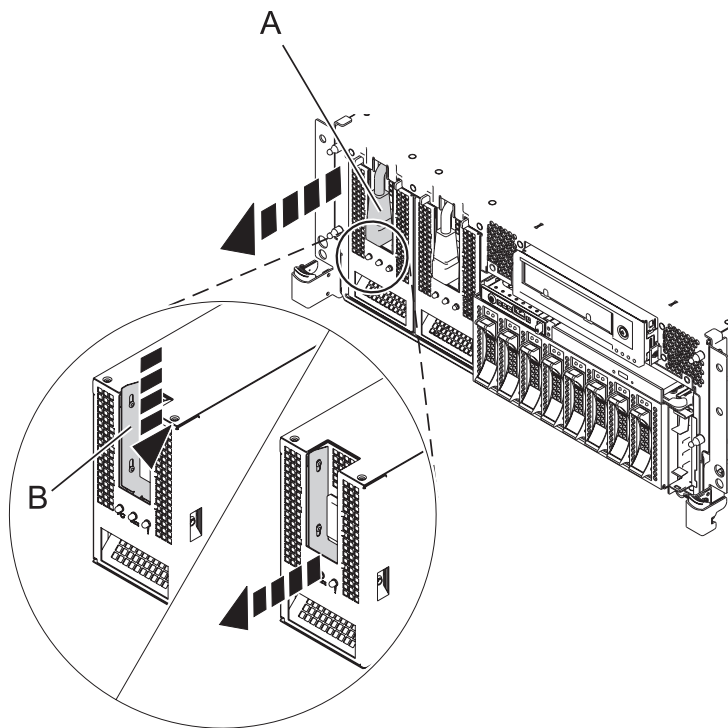

Figure 2. Retrait de l'alimentation électrique
5. Débranchez le câble d'alimentation (A) avant de l'alimentation électrique comme indiqué à la figure 2.
7. Appuyez sur le taquet de verrouillage (B), comme indiqué sur la figure 2. A l'aide de la poignée de verrouillage, retirez l'alimentation électrique du système.